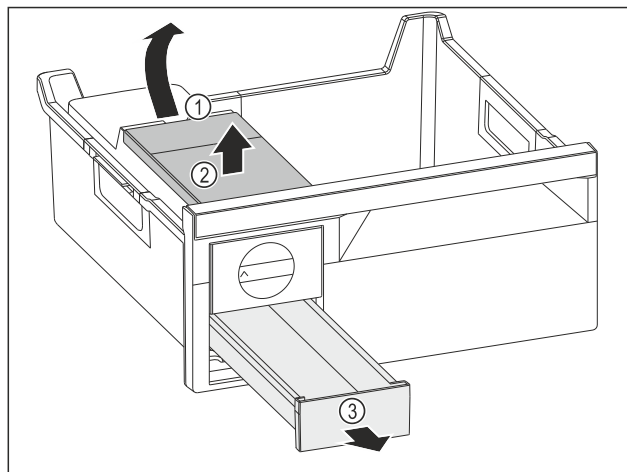

Fig. 191
- ▶ Wassertank entnehmen: Wassertank an der Aussparung Fig. 191 (1) anheben.
- ▶ Wassertank Fig. 191 (2) nach oben entnehmen.
- ▶ Eiwürfelschubfach Fig. 191 (3) nach vorne entnehmen.